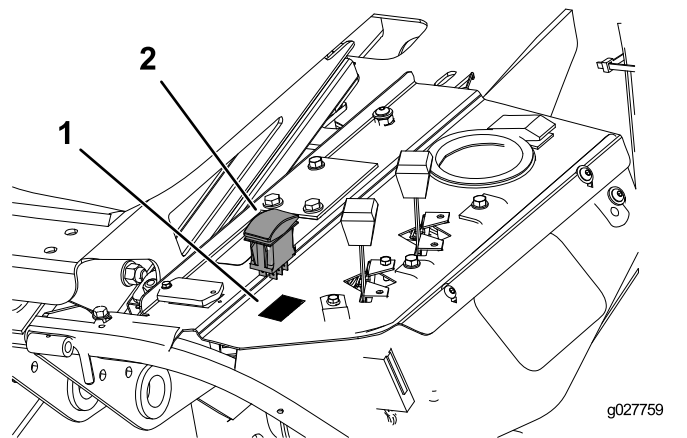

Рисунок 7
2. Снимите пластмассовую заглушку и установите переключатель, как показано на Рисунок 7.